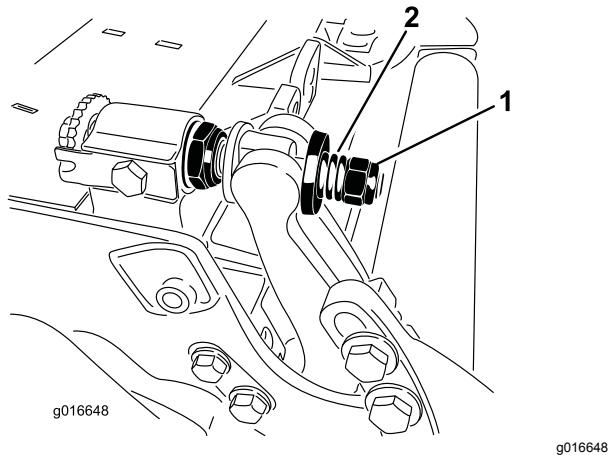

Figure 33
- Serrez l'écrou de tension du ressort jusqu'à ce que les spires soient jointives, puis desserrez-le de $\frac{1}{2}$ tour (Figure 33).
11. Serrez l'écrou sur chaque vis de réglage de la barre d'appui jusqu'à ce que le ressort de compression soit complètement comprimé, puis desserrez l'écrou de 1/2 tour (Figure 33).